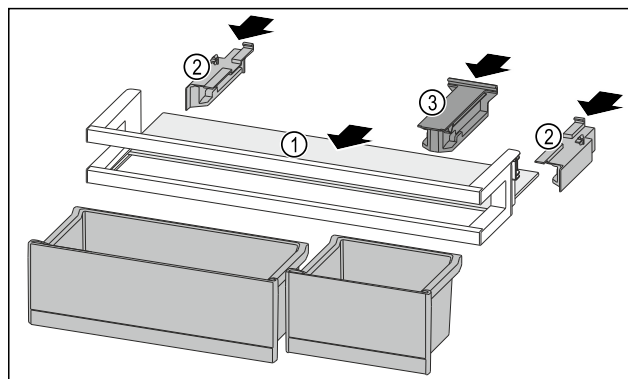

Fig. 125
- Insérer la tablette de rangement Fig. 125 (1) dans les évidements latéraux.
- Installer les parties latérales Fig. 125 (2).
- Installer la pièce de retenue Fig. 125 (3).